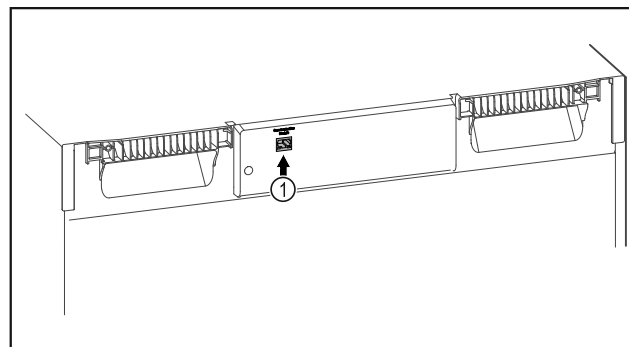

Fig. 141
- ❑ SmartModule Fig. 141 (1) inserito.